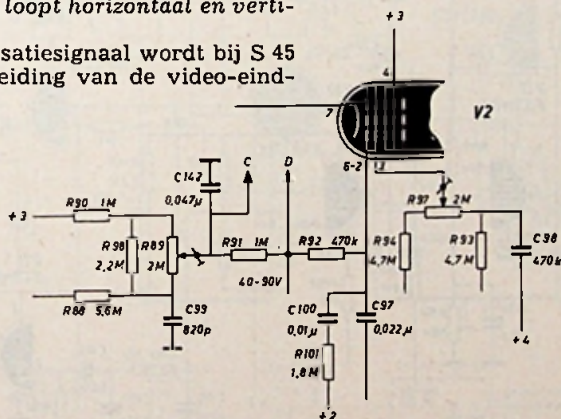

Fig. 3
4. Dat de beeldbuis in het afknijppunt staat, constateert men als volgt: Men probeert eerst of er  $15 \text{ kV}$  hoogspanning voor de beeldbuis is. Men meet de spanning op punt 2 van de beeldbuis, deze moet ongeveer tussen de 50 en 110 volt liggen, afhankelijk van de stand van de helderheidsregelaar. Is echter de spanning 0 volt of negatief, dan staat de buis in zijn afknijppunt. Na enig zoeken bleek C 97 is  $22000 \text{ pF}$ , doorgeslagen te zijn. Het is raadzaam om ook de spanning op punt 3 van de beeldbuis te meten; deze moet tussen de 450 en 500 volt liggen. Is de spanning afwijkend dan kunnen de weerstanden R 93 of R 94 verlopen zijn (fig. 3).